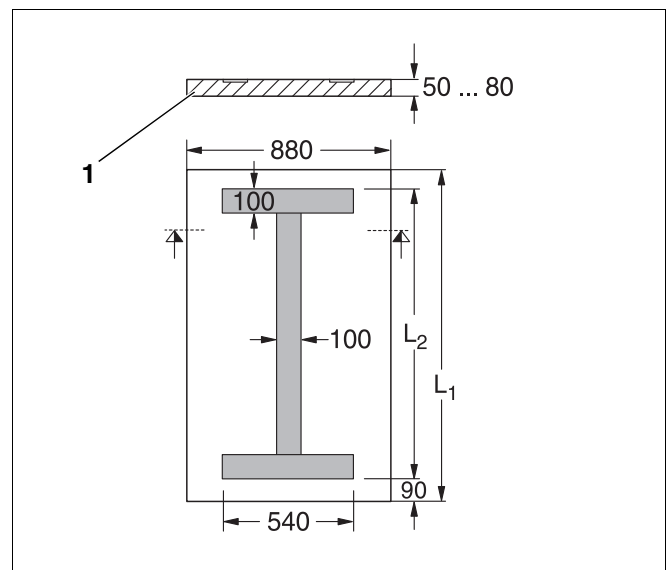

Fig. 3 Fundamentmål
Det er en fordel å plassere kjelen på et 5–10 cm høyt fundament (fig. 3, **pos. 1**). Dette fundamentet må være helt jevnt og vannrett. Kjelens fremre kant skal ligge i flukt med fundamentets kant.
Hvis det ikke brukes et slikt fundament, kan det bygges et betongfundament på oppstillingsstedet. Ved bygging av dette fundamentet kan det legges inn vinkeljern på 100 x 50 x 8 mm eller flattjern på 100 x 5 mm (se fig. 3 og tabellen nedenfor).